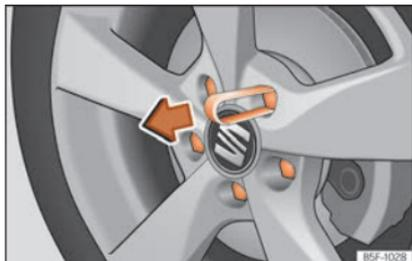

Abb. 75 Rad: Radschrauben mit Deckel.
- Schieben Sie die Kunststoffklammer (Bordwerkzeug) so weit auf die Abdeckkappe, bis sie einrastet »» **Abb. 75**.